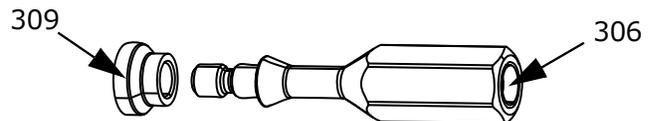

図 15
5. 付属の青い嫌気性接着剤をピストンロッド (410) の下側のネジ山に塗布します。
6. ロッドアダプタ (306) を再度取り付け、6 mm レンチまたはクローフトを使用して、20 インチポンド (2.3 N•m) のトルクで締めてください。
7. 液体セクション (E) とアウトレットブロック (N) を再度取り付けます。
8. シート (307) をロッドアダプタ (306) にずらして移動してください。
9. チップシート (309) をロッドアダプタ (306) にずらして移動してください。図 15。